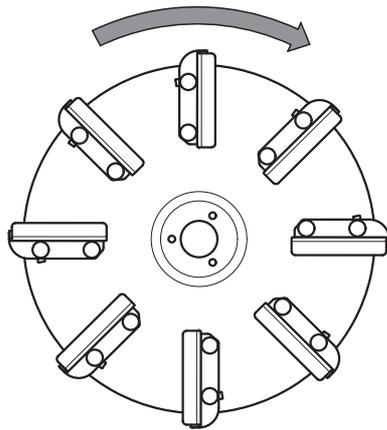

Figura 7.10: Senso di rotazione del disco di lancio
1. Prestare attenzione al senso di rotazione del disco di lancio. Vedere figura 7.10.